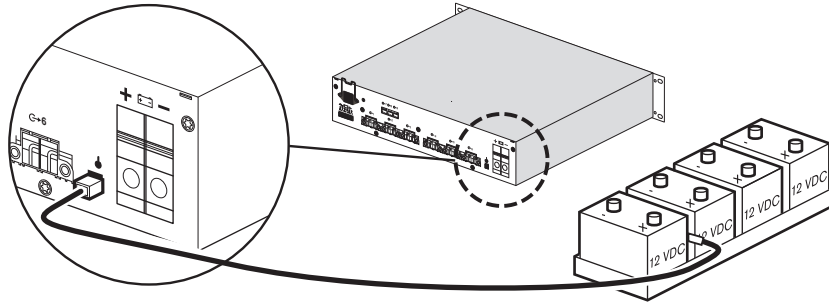

Figura 6.6 Conexión del sensor de temperatura
2. Coloque el sensor cerca de la batería, obteniendo un contacto adecuado que le permita obtener información precisa acerca de la temperatura. Por ejemplo, conecte el sensor en la bandeja para baterías o entre las baterías. Consulte la *Figura 6.6*.